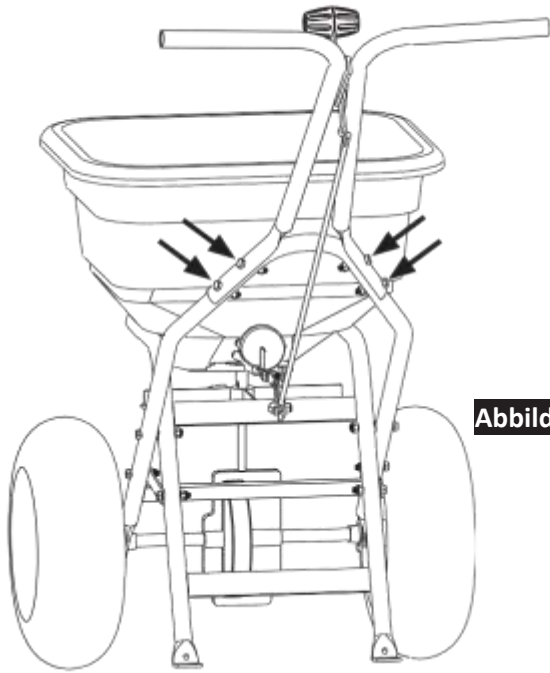

Abbildung 10
10. Befestigen Sie die Handgriffkonstruktion am Gestell unter Verwendung von (4) 1/4 x 1-3/4" Schrauben und 1/4" Nylon-Feststellmuttern, wie in Abbildung 10 angezeigt.